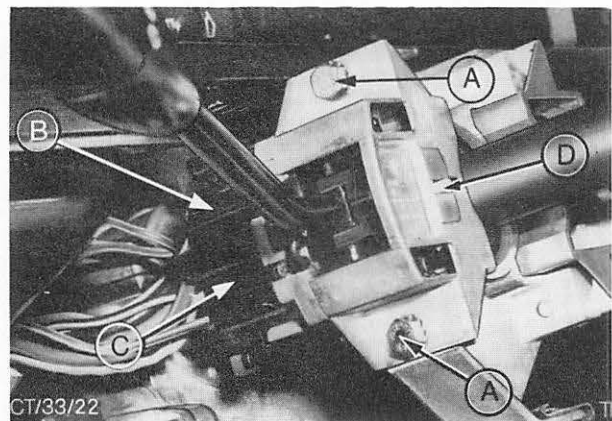

Abb. 62 A = Befestigungsschrauben – Schalter
3. Schrauben (2 Stk.) entfernen und Schalter kompl. vom Mantelrohr lösen, Abb. 62.
5. Beide Mehrfachstecker am Schalter anschließen, Abb. 62.